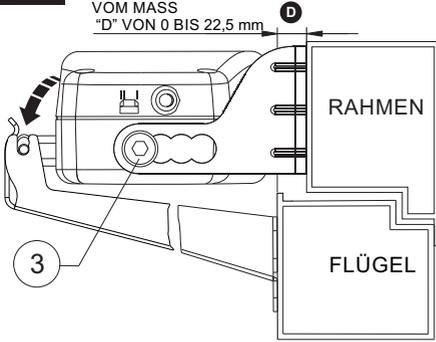

Fig. 29
- 8) **Abb. 29/30-** Den Öffnungshub durch den sich auf der rechten Seite vom Stellantrieb befindenden Schalter (**switch - Abb. 29 - Bez. 1**) nach der Öffnung vom Flügel einstellen und die Kettenendstück-Regelungsschraube (**Abb. 30 - Bez. 2**) befestigen;